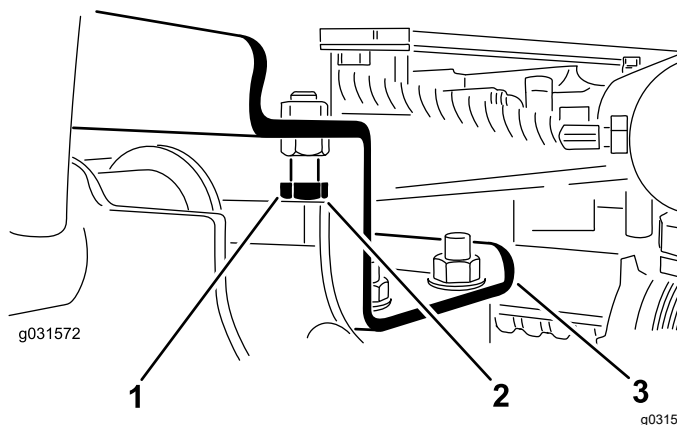

图 11
- A. 拧松止动螺栓 图 11。
2. 确保各个提升臂与止动螺栓之间的间隙介于 0.131.02mm 之间如图 11 所示。